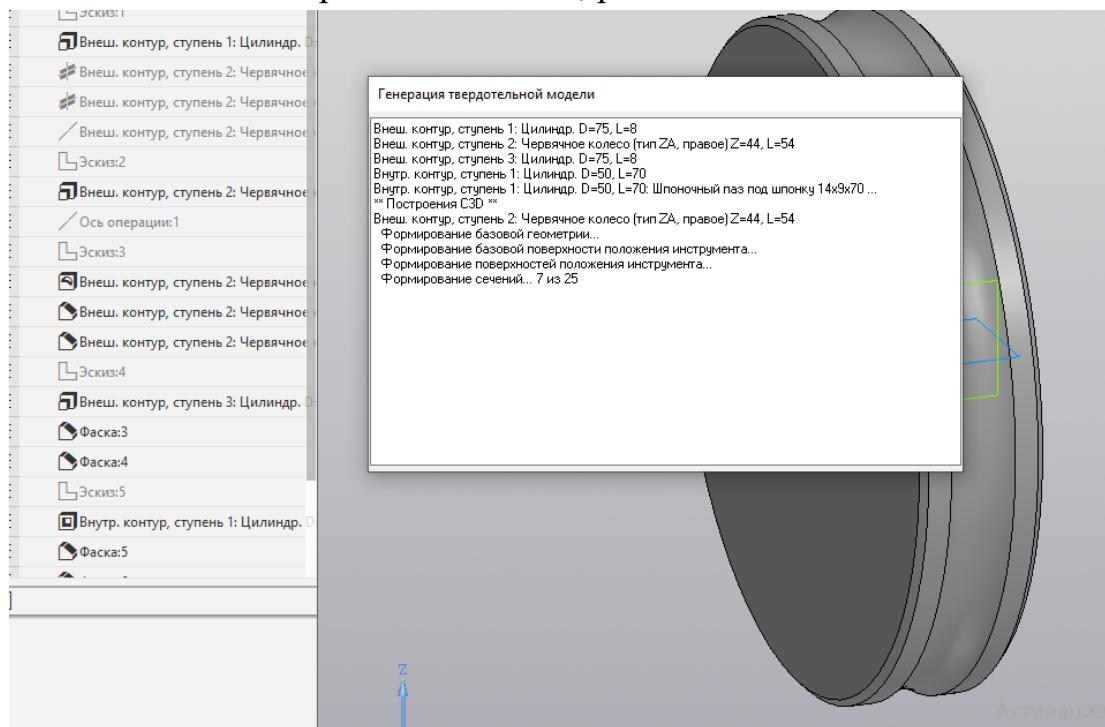
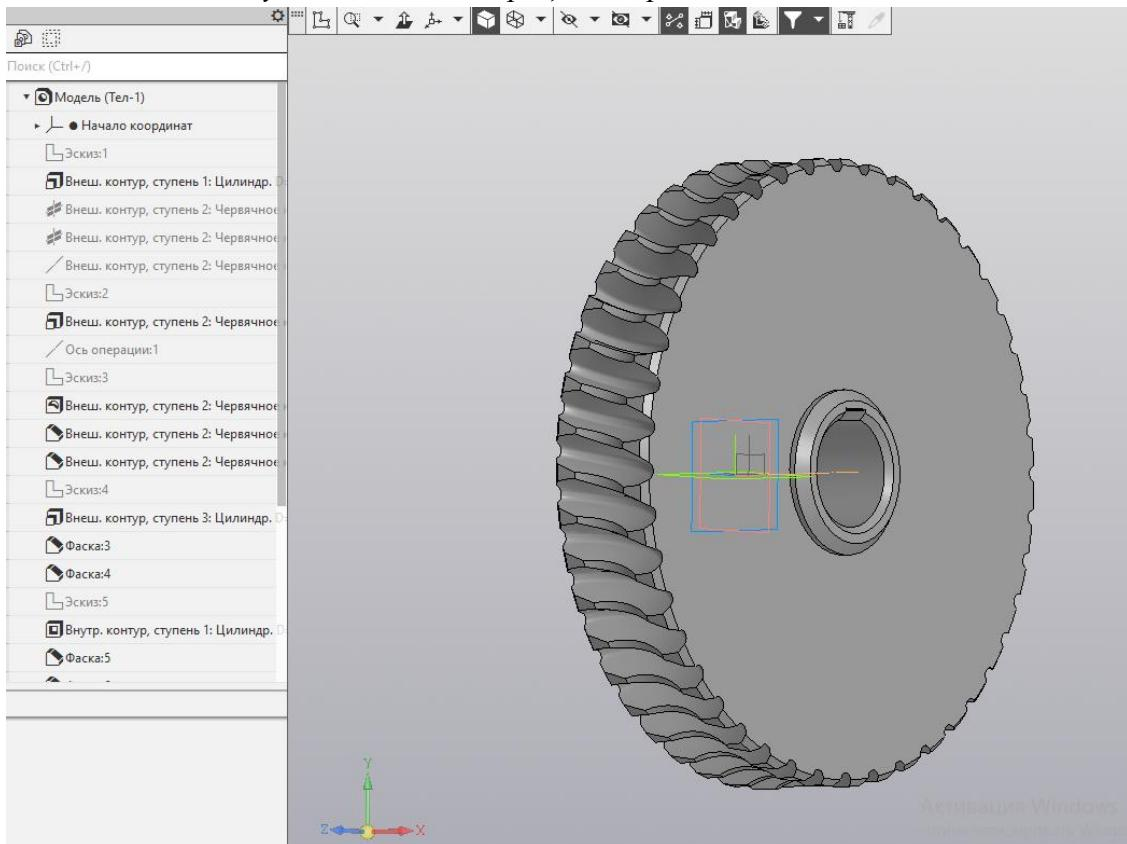

Рисунок 45 - Ход генерации твердотельной модели
Рисунок 46 - Результат генерации твердотельной модели червячного колеса
- После вызова команды на экран выводится панель, отражающая ход генерации (рисунок 45). Готовая трехмерная модель помещается в новый документ КОМПАС (рисунок 46). Чтобы перейти к нему, закройте окно системы «Валы и механические передачи 2D», сохранив при этом модель. Откройте документ с 3D-моделью червячного колеса, расположенный в соседней вкладке.